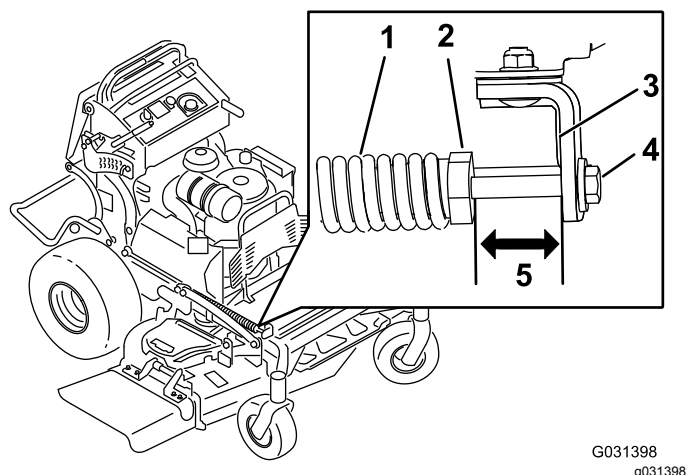

図 89
2. スプリングのナットとホイール取り付けブラケット後部との間の距離を測定する 図 89。
3. 適正距離は、47-50 mmである 図 89。
4. 調整が必要な場合は、ブラケットの前側にある調整ボルトを使用する 図 89。